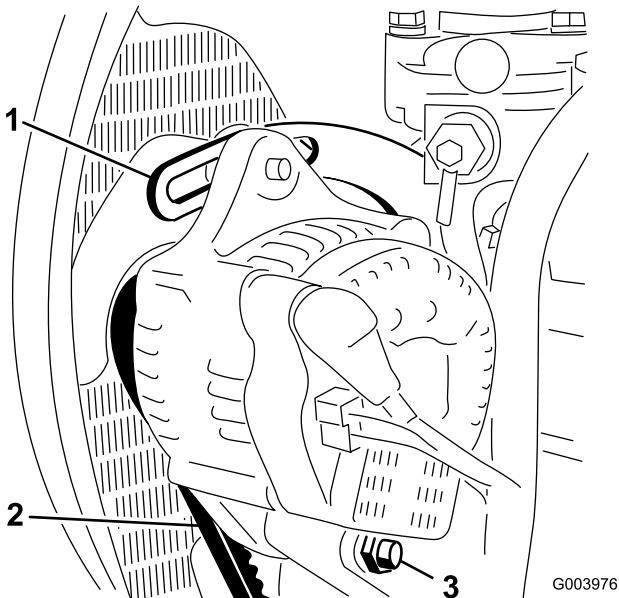

Figura 54
2. Compruebe la tensión de la correa del alternador flexionándola (Figura 54) en el punto intermedio entre las poleas del alternador y del cigüeñal con una fuerza de 10 kg (22 libras).
3. Afloje el perno que fija el tirante al motor (Figura 54), el perno que fija el alternador al tirante y el perno de pivot.